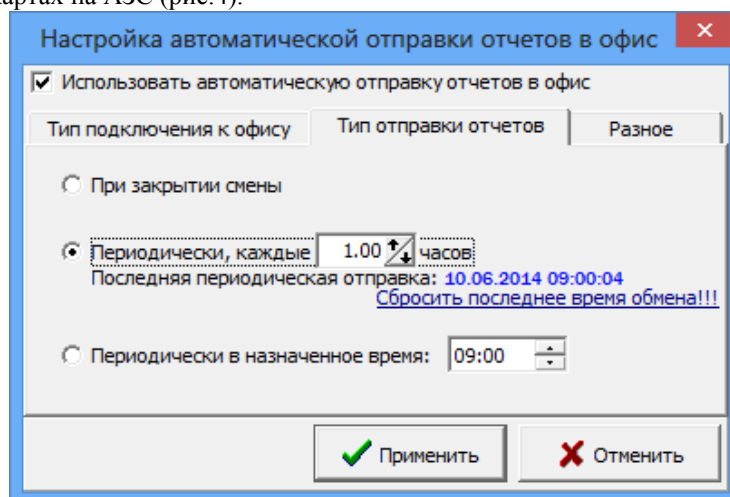

Рис.4
2. «Периодически, каждые» (Настройка времени передачи. Чем меньше период отправки, тем актуальнее данные о картах на АЗС (рис.4).